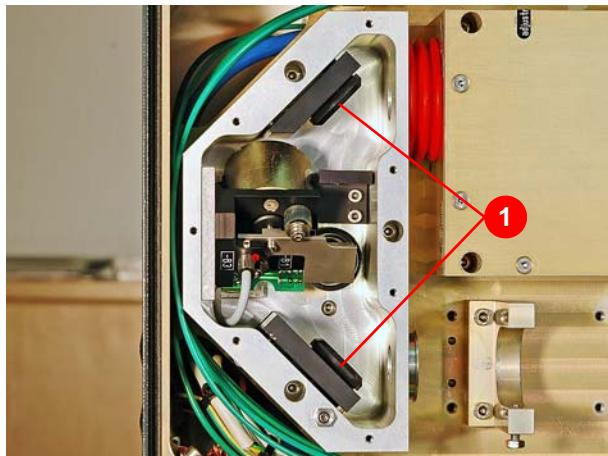

Abbildung 7.15 Umlenkspiegel ausbauen
4. Umlenkspiegel (1) (Abbildung 7.15) herausschrauben und auf einer sauberen Unterlage ablegen.